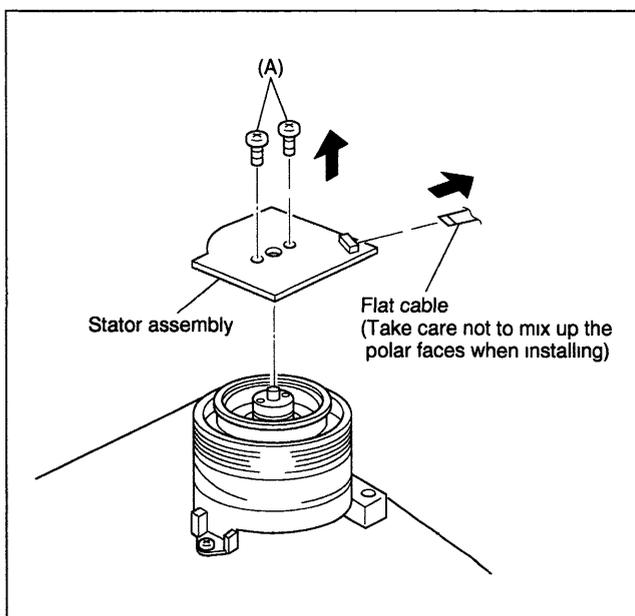
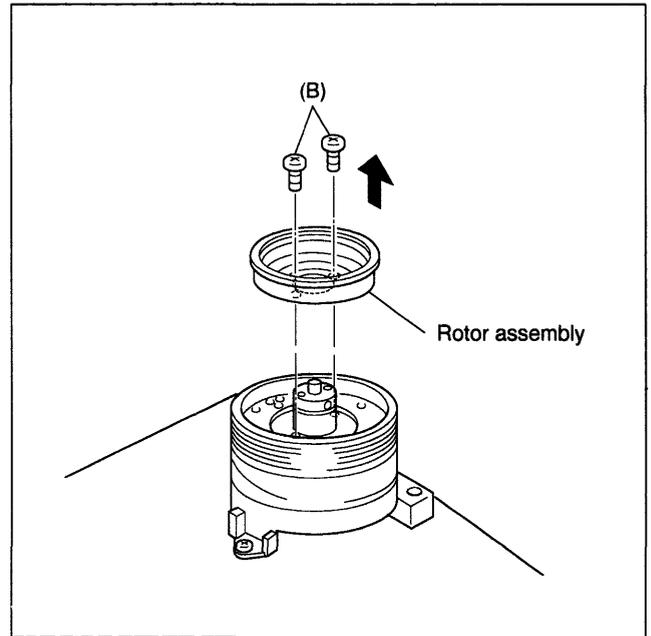
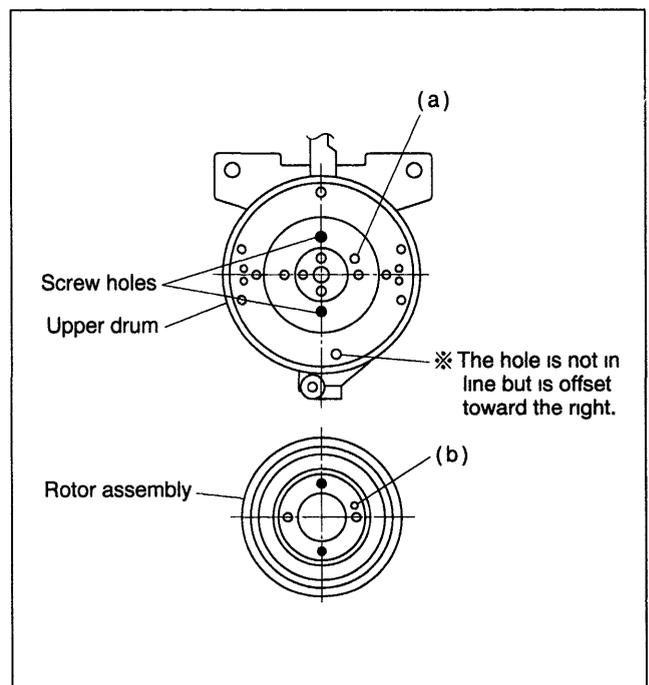

Fig. 2-2-36
Fig 2-2-37
Fig 2-2-38
- (3) Certifique que o cilindro esteja alinhado com o rotor como indicado na Fig 2-2-38
- (4) Ajuste o furo (a) do cilindro superior (upper drum) com o furo (b) do conjunto rotor (com os três furos alinhados) e aperte os dois parafusos (B) (Veja 2-2-38)
- (1) Remova o conjunto estator (stator assy) e o conjunto rotor (rotor assy) (Veja Fig 2-2-36 e Fig 2-2-37)
- (2) Solte o parafuso do conjunto colar (collar assy) usando uma chave hexagonal de 1.5 mm e remova o conjunto colar. Então remova a escova (brush), a mola (spring) e o anel (cap) juntos.
- (3) Remova o conjunto cilindro superior e remova a arruela (washer) usando uma pinça
- (5) Após instalação, gire o cilindro superior cuidadosamente com a mão e certifique que este está girando normalmente
- (6) Instale o conjunto rotor e o conjunto estator de acordo com as Fig 2-2-36 e Fig 2-2-38
- (7) Quando a instalação estiver completa, limpe o conjunto cilindro superior e o inferior e efetue os seguintes ajustes.